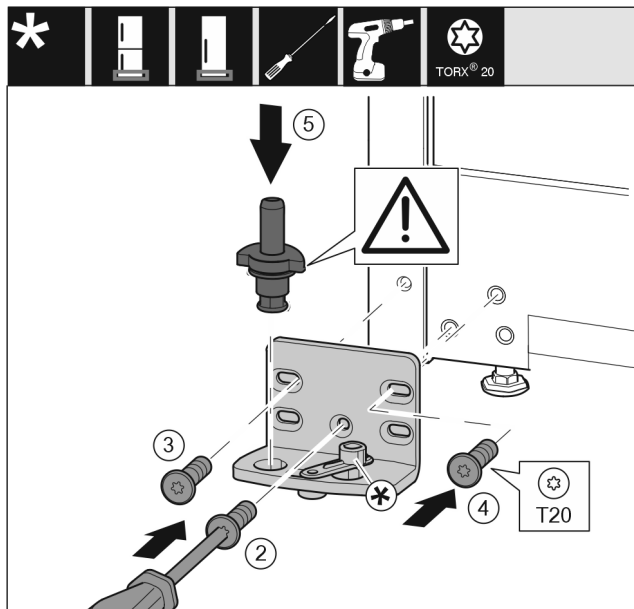

Fig. 22 *
- Ležajni podstavek namestite na drugo stran in ga po s pomočjo izvijača. Pričnite z vijakom Fig. 22 (2) spodaj na sredini.*
- Privijte vijak Fig. 22 (3) in vijak Fig. 22 (4).*
- Vstavite ležajni sornik Fig. 22 (5) do konca. Pri tem pazite na to, da je zaskočni zapah obrnjen nazaj.*
- Ležajni podstavek namestite na drugo stran in ga po s pomočjo izvijača. Pričnite z vijakom (2) spodaj na sredini.*
- Privijte vijak (3) in vijak (4).*
- Vstavite ležajni sornik (5) do konca. Pri tem pazite na to, da je zaskočni zapah obrnjen nazaj.*